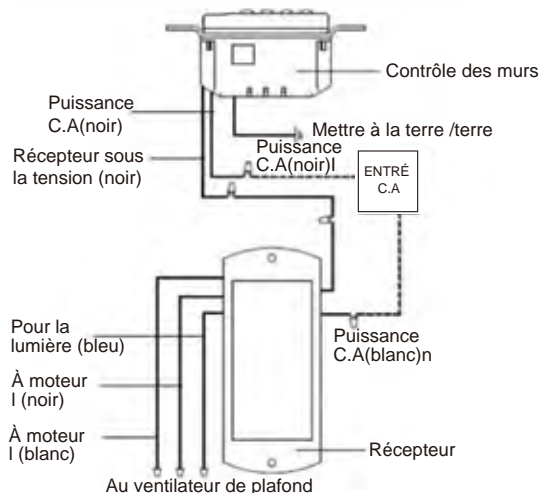

Fig. 33
Étape 2. Faire les connexions électriques comme indiqué dans Fig33. Si votre boîte de sortie a un sol (Cuivre vert ou nu) reliez directement le fil ground de l'émetteur à l'une des vis de la boîte de sortie. Sécurisez toutes les connexions de fil avec les écrous en plastique de fil fournis.